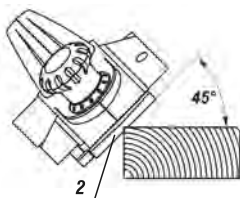

fig. 7 - chanfrando
A plaina VONDER devido a seu canal em "V" (2) na base frontal permite a realização de chanfros em madeiras, conforme a fig. 7;
2. Incline a plaina em um ângulo de 45°, e encoste na peça conforme a fig. 7;